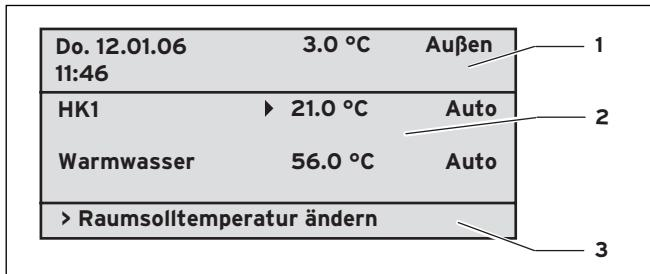

Abb. 4.2 Übersicht Display (Beispiel Grundanzeige)
- Grundanzeige (Abb. 4.2)
Das nachfolgend beschriebene Bedienkonzept gilt für die Grundanzeige (Abb. 4.2) und für die verschiedenen Anzeige/Eingabe-Seiten der Betreiberebene.
Ausgangssituation: Sie befinden sich in der Grundanzeige (siehe Abb. 4.2). Wie Sie in die Grundanzeige gelangen, ist in Abschnitt 4.3.3 beschrieben.
Durch Klicken mit einem Einsteller oder beiden Einstellern gelangen Sie von der vereinfachten Grundanzeige auf die nächste Displayseite (siehe Abb. 4.2).